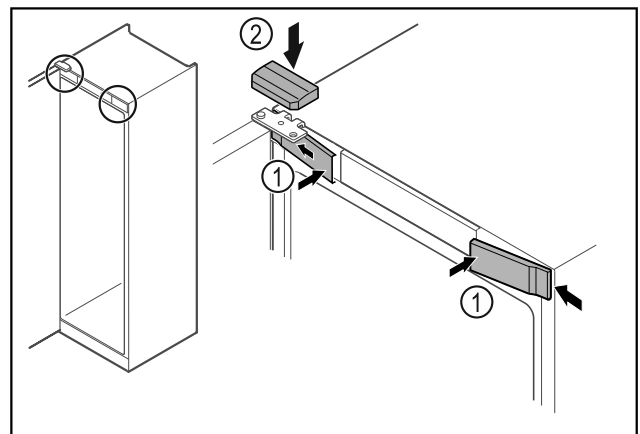

Fig. 47 *
- ▶ Vordere Abdeckungen Fig. 47 (1) seitlich einhaken und aufrasten.*
- ▶ Obere Abdeckung Fig. 47 (2) von oben aufrasten.*